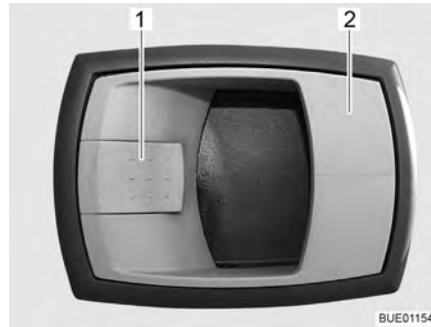

Fig. 27 Serrure de la porte cellule, à l'intérieur
- Tirer sur la poignée (Fig. 27,2). La serrure de la porte est déverrouillée.
- Appuyer sur le levier de sécurité (Fig. 27,1).